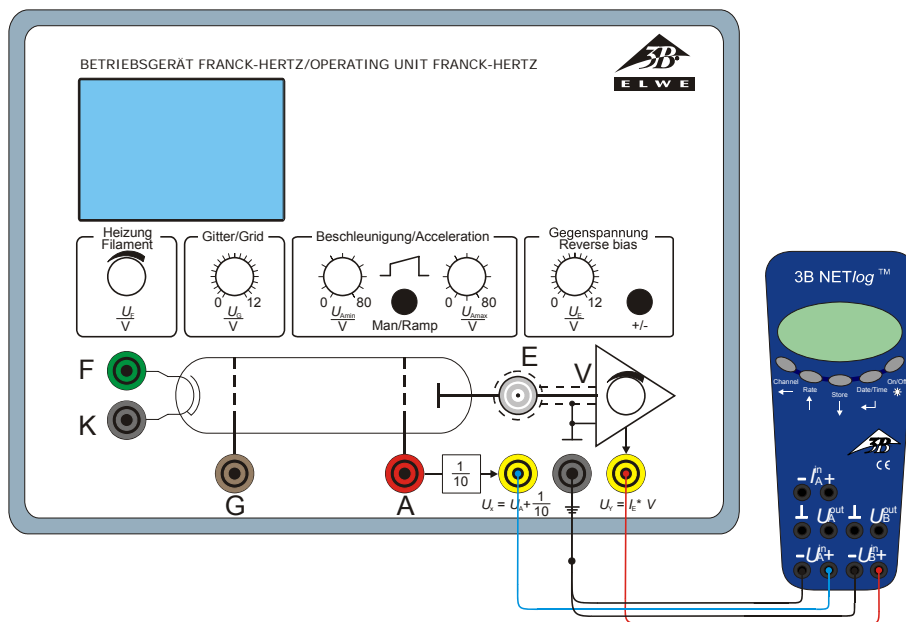

Fig. 6 Anschluss des 3B NET/log™ an das Betriebsgerät für Franck-Hertz-Experiment
- 3B NET/og™ ans Betriebsgerät für Franck-Hertz-Experiment anschließen. (siehe Fig. 6) Dazu Ausgang  $U_x$  des Betriebsgeräts für Franck-Hertz-Experiment an Eingang A und Ausgang  $U_y$  an Eingang B des 3B NET/og™ anschließen.